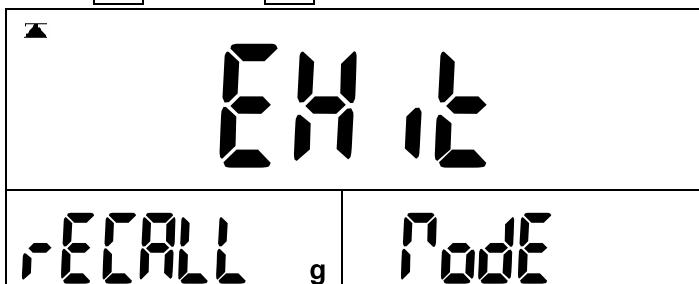

图 45
② 在有调用存储数据时，单位转换要退出调用模式。显示如（图 45）；